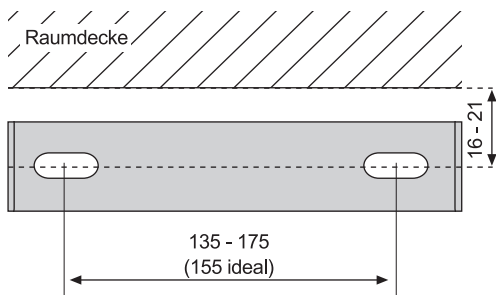
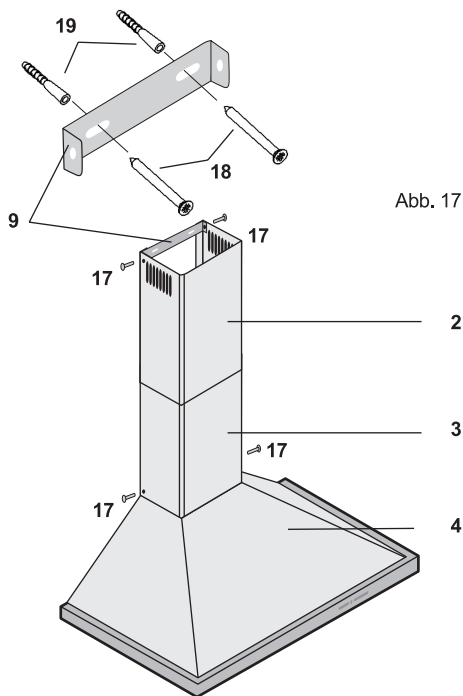

Abb. 16
Abb. 17
**Bei Umluftbetrieb:** den Teleskopschacht (2) so einsetzen, dass die Luftaustrittsschlitze oben sind. (Abb. 17).
**Bei Abluftbetrieb:** den Teleskopschacht (2) mit den Luftaustrittsschlitzen nach unten einsetzen. Die Luftaustrittsschlitze sind dann verdeckt.
Befestigen Sie das Montageblech (9) (Abb. 17) mit zwei Schrauben 3,5x25 mm (18) und zwei Dübeln 6 mm (19) an der Wand. Wählen Sie den Abstand des Montagebleches (9) entsprechend obenstehender Skizze (Abb. 16)